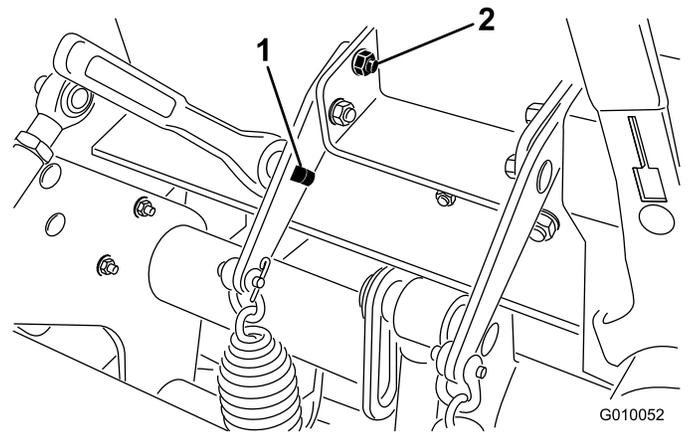

Figura 37
3. Inserite un cricchetto di 1/2" o una barra idonea nel foro quadrato della foglia della molla a balestra (Figura 37).